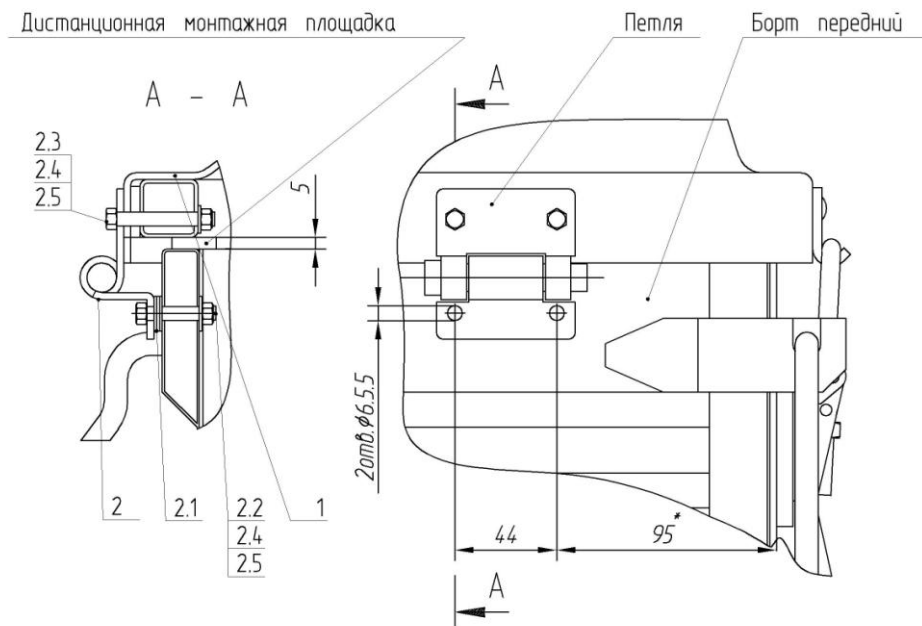

Рисунок 1.
4. Приподнять переднюю часть крышки и положить между передним бортом прицепа и передней частью рамки крышки любую дистанционную монтажную прокладку толщиной 5мм (рис. 1).
6. Просверлить отверстия  $\text{Ø}6.5\text{мм}$  для крепления крышки, используя петли как шаблон, в переднем борту прицепа, как показано на рис.1